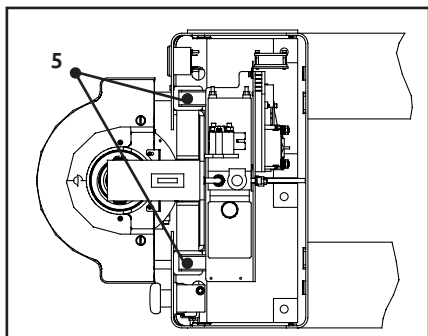

Figura 8
- ④ Aliviar o parafuso 5, assegure-se de que a bateria esteja bem colocada na sua posição(Figura 8).